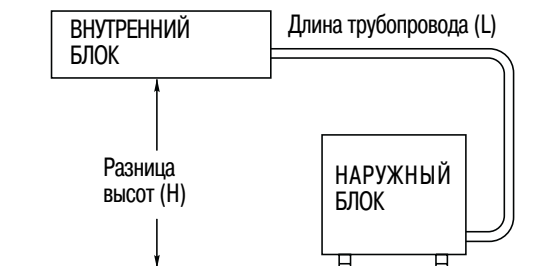

Рис. 37
Устанавливайте внутренний блок в пределах максимальной разницы высот (Н) выше или ниже наружного блока и в пределах общей длины трубопровода (L) от наружного блока. (См. таблицу 4 и рис. 37.)